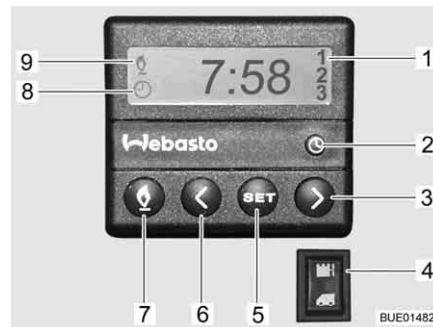

Fig. 204 Centralina di controllo per riscaldamento fisso
- Premere il tasto (Fig. 204,7). Il funzionamento del riscaldamento viene indicato con il simbolo (Fig. 204,9). La ventola viene inserita solo quando la temperatura dell'acqua di raffreddamento è pari a 30 °C.
- Premere il tasto (Fig. 204,7). Il simbolo (Fig. 204,9) si spegne.
- Premere l'interruttore (Fig. 204,4) in basso. Il motore viene preriscaldato. La ventola viene inserita immediatamente.
- Premere l'interruttore (Fig. 204,4) in alto. Il motore rimane freddo.
- Premere il tasto (Fig. 204,2). L'impostazione dell'ora viene indicata con il simbolo (Fig. 204,8).
- Impostare l'ora con i tasti (Fig. 204,3 e 6).
- Premere il tasto (Fig. 204,5).
- Impostare l'orario di accensione con i tasti (Fig. 204,3 e 6) entro 10 secondi.
- Premere il tasto (Fig. 204,5) fino a che nel display (Fig. 204,1) non appare il numero di programmazione desiderato.